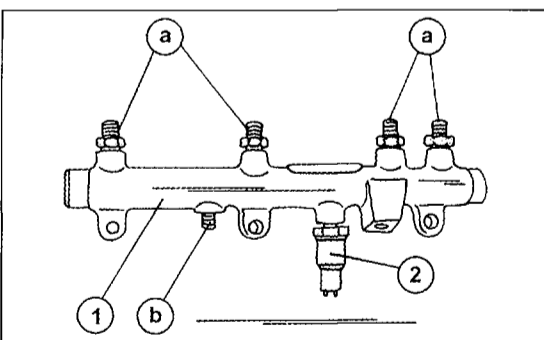

Bild 177
- Die Hochdruckpumpe (1) ist mit einem so genannten Deaktivator (2) für den dritten Kolben der Pumpe versehen.
- Ein Hochdruck-Kraftstoffdruckregler (3) ist an der gezeigten Stelle montiert, und reguliert, wie der Name besagt, den Druck in der Pumpe und im verbleibenden System.
- Der Leitungsanschluss (a) ist der Kraftstoffauslass von der Pumpe zum „Common-Rail“-Kraftstoffverteiler in Bild 177. Übermäßig geförderter Kraftstoff gelangt über den Anschluss (b) wieder zum Kraftstofftank zurück, wird aber vorher im Kraftstoffkühler abgekühlt. Der Kraftstoff gelangt über den Anschluss (c) in die Hochdruckpumpe. Zu beachten ist, dass der an der Pumpe eingeschraubte Anschluss der Leitung a) nicht ausgeschraubt werden darf, da andernfalls Störungen in der Pumpe auftreten können.